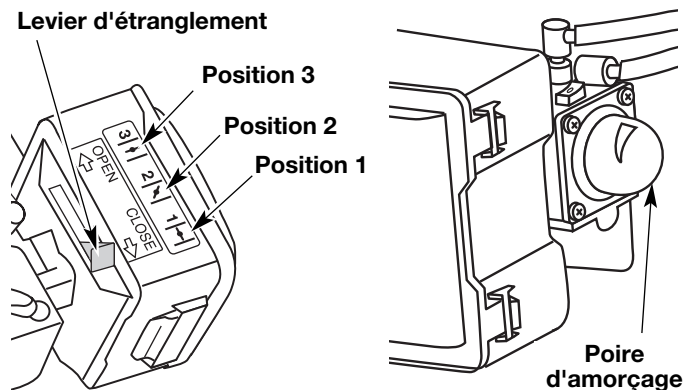

Fig. 11
4. Mettez le levier d'étrangleur en Position 1 (Fig. 11).
5. Pressez et relâchez la poire d'amorçage à 10 reprises, lentement. Une certaine quantité de **carburant devrait être visible dans la poire d'amorçage** et les conduites de carburant (Fig. 11). Si vous n'apercevez pas de carburant dans la poire, pressez et relâchez la poire autant de fois que nécessaire jusqu'à ce que vous aperceviez du carburant dans cette dernière.